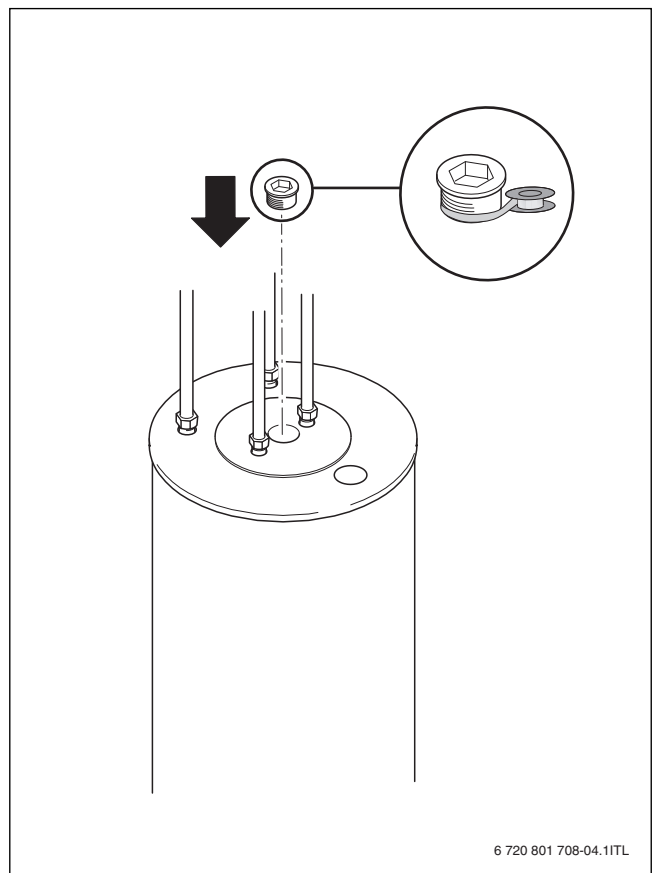

Fig. 17
- ▶ Ponownie szczelnie zamknąć korek otworu rewizyjnego (→ rys. 17, str. 70).